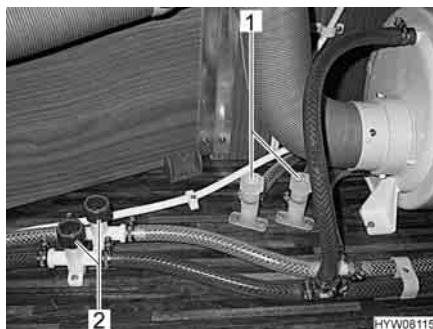

Fig. 103 Rubinetti di scarico per scaldacqua
- Spegner l'interruttore di comando (Fig. 103,1). La spia di controllo (Fig. 102,2) nell'interruttore non si accende.
- Chiudere tutti i rubinetti di scarico. Ruotare i coperchi (Fig. 103,1 e 2) in senso orario.
- Aprire tutti i rubinetti di scarico. A tal fine ruotare i coperchi (Fig. 103,1 e 2) in senso antiorario.